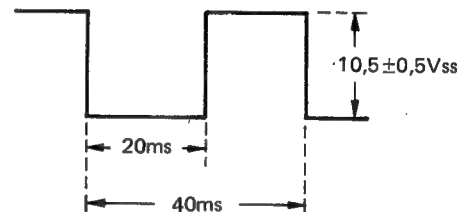

Abb. 8-8
2. Mit einem Oszilloskop (Selbsttriggerung) TP2 beobachten, sicherstellen, daß die in Abb. 8-8 gegebenen Anforderungen erfüllt werden.